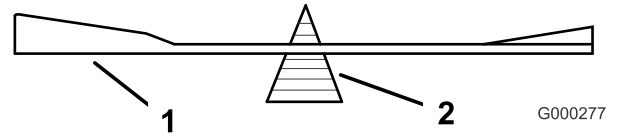
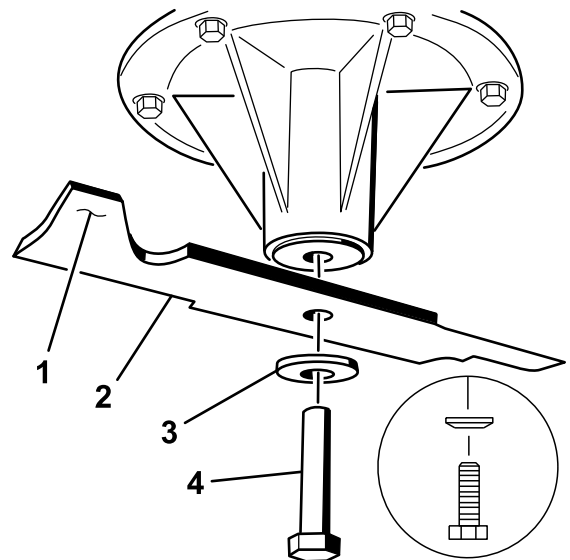
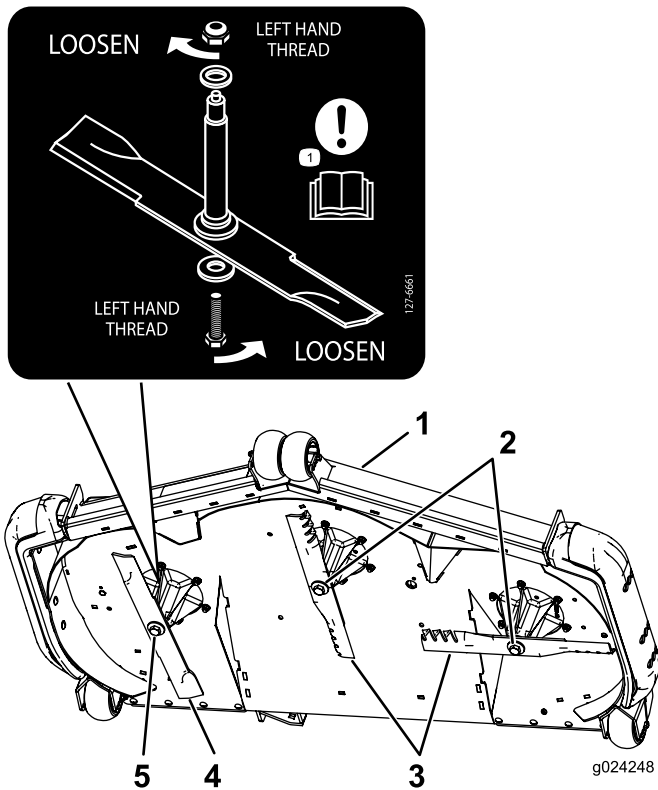

Figure 100
Figure 101
Figure 102
2. Vérifiez l'équilibre de la lame en la plaçant sur un équilibreur (Figure 100). Si la lame reste horizontale, elle est équilibrée et peut être utilisée. Si la lame est déséquilibrée, limez un peu l'extrémité de la partie relevée seulement (Figure 101). Répétez cette procédure jusqu'à ce que la lame soit équilibrée.
Important: La lame droite de ce tablier de coupe est contrarotative et utilise un boulon à filetage à gauche. Reportez-vous à la Figure 102 pour positionner correctement les lames du tablier de coupe.
1. Reposez sur les axes, les lames gauche et centrale, les rondelles bombées et les boulons de lame (Figure 101 et Figure 102).
Remarque: Le cône de la rondelle bombée doit être dirigé vers la tête du boulon (Figure 101).
2. Posez sur l'axe, la lame droite, la rondelle bombée et le boulon (fileté à gauche) (Figure 101 et Figure 102).
3. Serrez les boulons de lame à un couple de 115 à 150 Nm (85 à 110 pi-lb) (Figure 102).